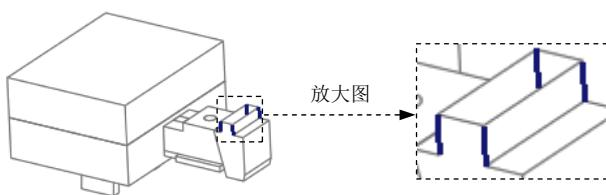

图 27.59 倒圆角参考边
Step6. 创建圆角特征。单击 **模具** 功能选项卡 **设计特征** 区域中的 **倒圆角** 按钮，此时系统弹出“**倒圆角**”操控板；按住 **Ctrl** 键，选取图 27.59 所示的四条边线为圆角的参考边；在文本框中输入半径值 **8.0**，并按回车键；在操控板中单击 **✓** 按钮，完成特征的创建。